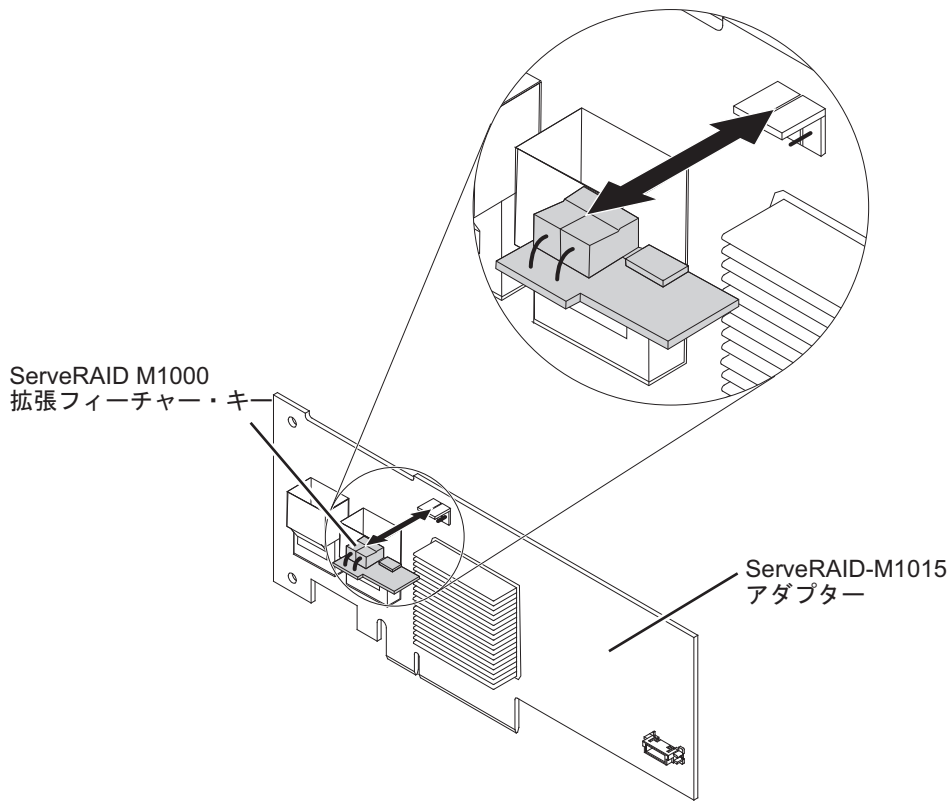
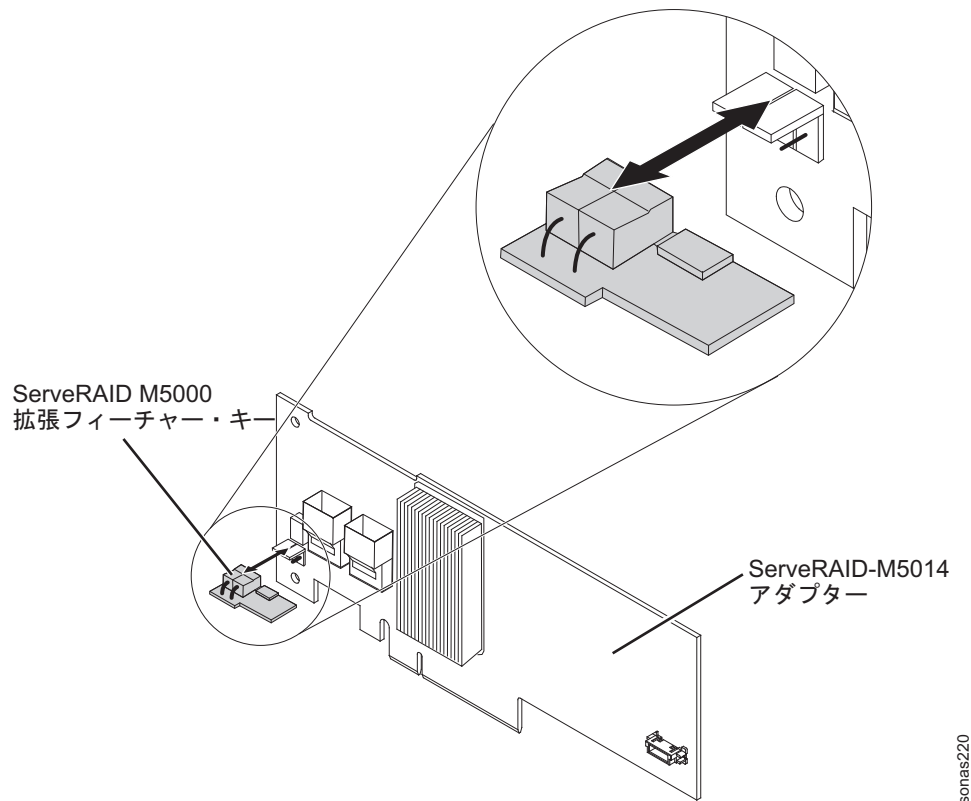

図 31. ServeRAID M1000 拡張フィーチャー・キーおよび M1015 アダプター
図 32. ServeRAID M5000 拡張フィーチャー・キーおよび M5014 アダプター
4. フィーチャー・キーを、ServeRAID アダプターのコネクタの位置に合わせ、しっかりと固定されるまでコネクタに押し込みます。134 ページの図 31 および 135 ページの図 32 を参照してください。